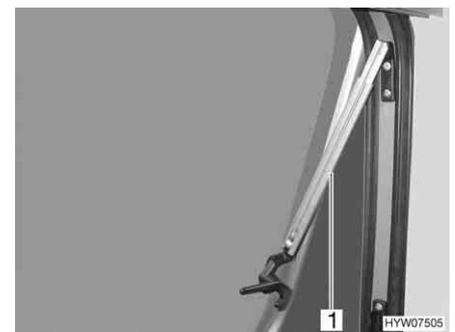

Fig. 51 Ventana abatible con soportes automáticos, abierta
- Abrir la ventana abatible hasta la posición de enclavamiento deseada. El soporte automático (Fig. 51,1) engatilla automáticamente.